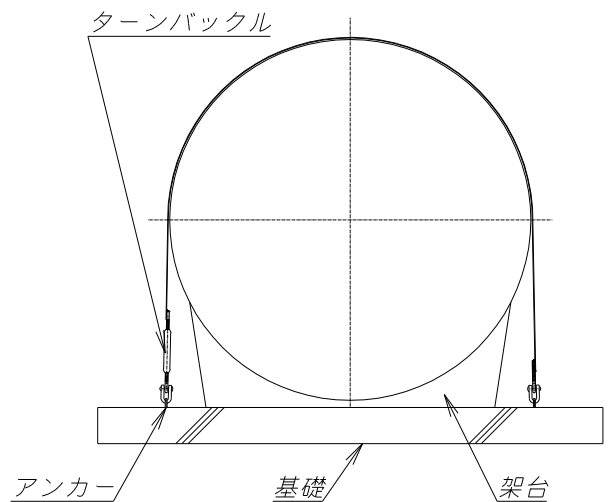

図 8
⑤ 槽を設置したら固定用ワイヤーを図 6 のようにまき、ベースに埋め込んだアンカーにターンバックルを介して結合します。湧水のある場合は、ワイヤーロープの代わりにフラットバーを用い、図 8 のように設置します。